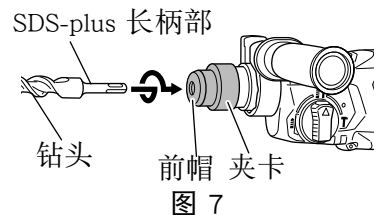
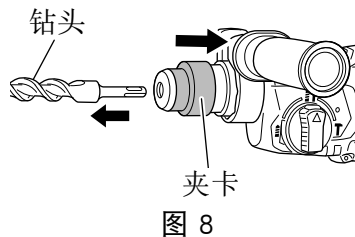

图 7
图 8
- (1) 拧松侧手柄的夹卡，然后将其推压至触碰到外罩。
- (2) 将侧柄调整至最便于使用的角度，然后旋紧侧柄的夹卡，将其锁紧。
3. 安装钻头（图 7，第 14 页的图 8）
- (1) 清洁钻头。
- (2) 旋转钻头将其插入钻头夹盘直至插锁插紧。（图 7）
(图 8)